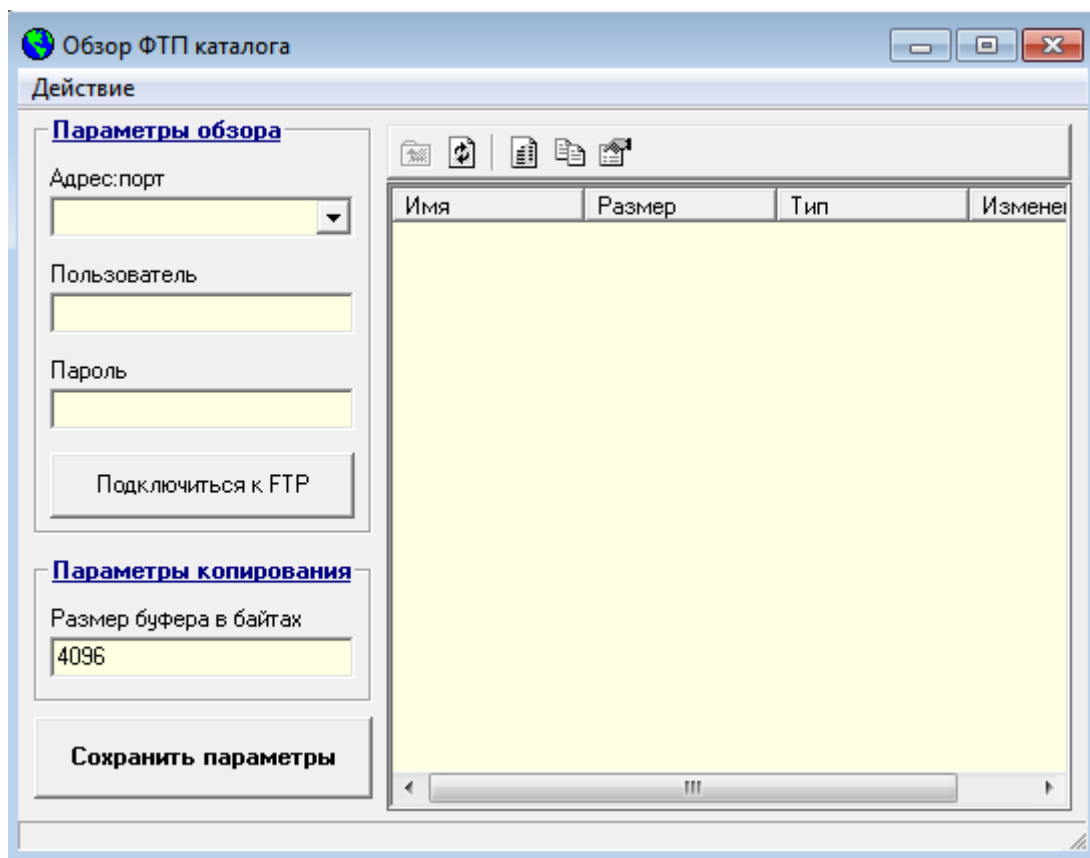

Рис.2.7. Окно Обзора FTP каталога
- далее открывается обзор ФТП каталога (см. рис.2.7). Данные для подключения к ФТП серверу заполняются пользователем.